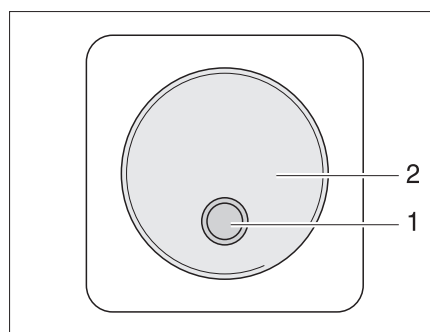

Fig. 237 Interruttore esterno
- Il "Remo." = l'apparecchio può essere attivato e disattivato con l'interruttore esterno (Fig. 237,1).
L'interruttore esterno dell'invertitore (Fig. 237) si trova nell'abitacolo del veicolo, ad esempio nella zona di ingresso. L'interruttore reca la scritta "Invertitore". Il LED (Fig. 237,1) segnala lo stato di funzionamento dell'invertitore.